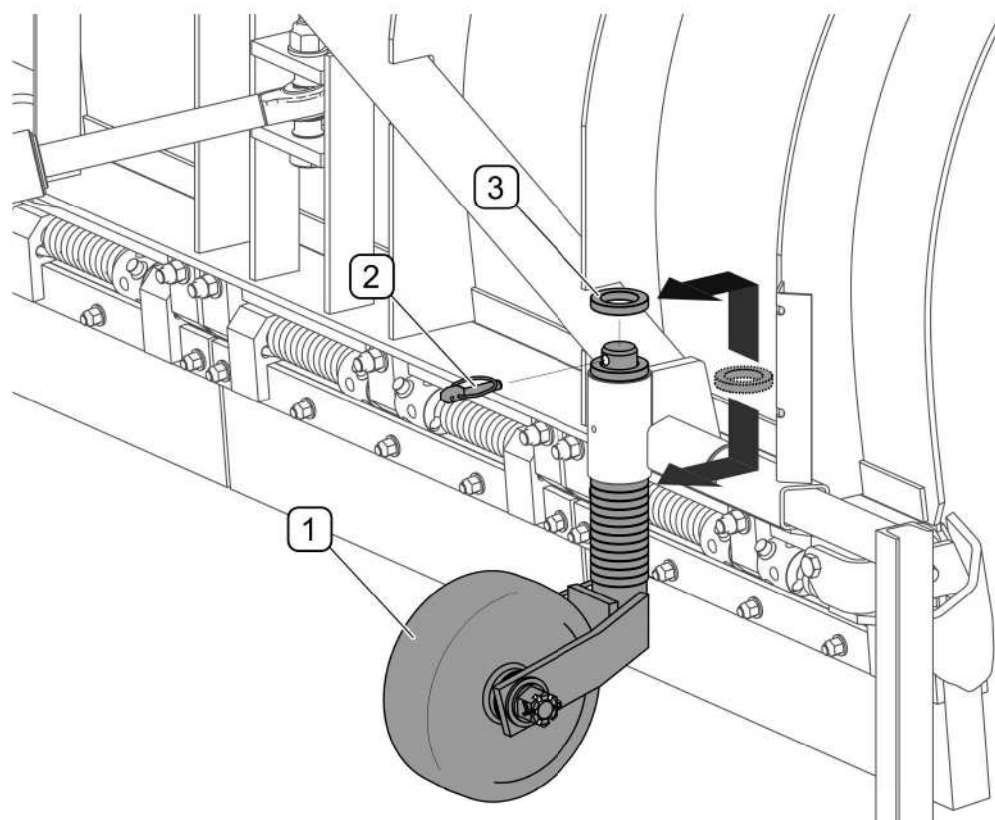

РИСУНОК 4.15 Регулирование рабочей высоты
В плугах с ходовыми колесами регулирование рабочей высоты (РИСУНОК 4.15) осуществляется путем регулирования высоты колес. Регулирование высоты колес происходит при помощи дистанционных шайб через каждые 10 мм. Чтобы поднять колесо (1), необходимо вынуть шплинт (2) и переложить дистанционные шайбы на стойку колеса сверху. Рекомендуется установить колеса так, чтобы отвал слегка